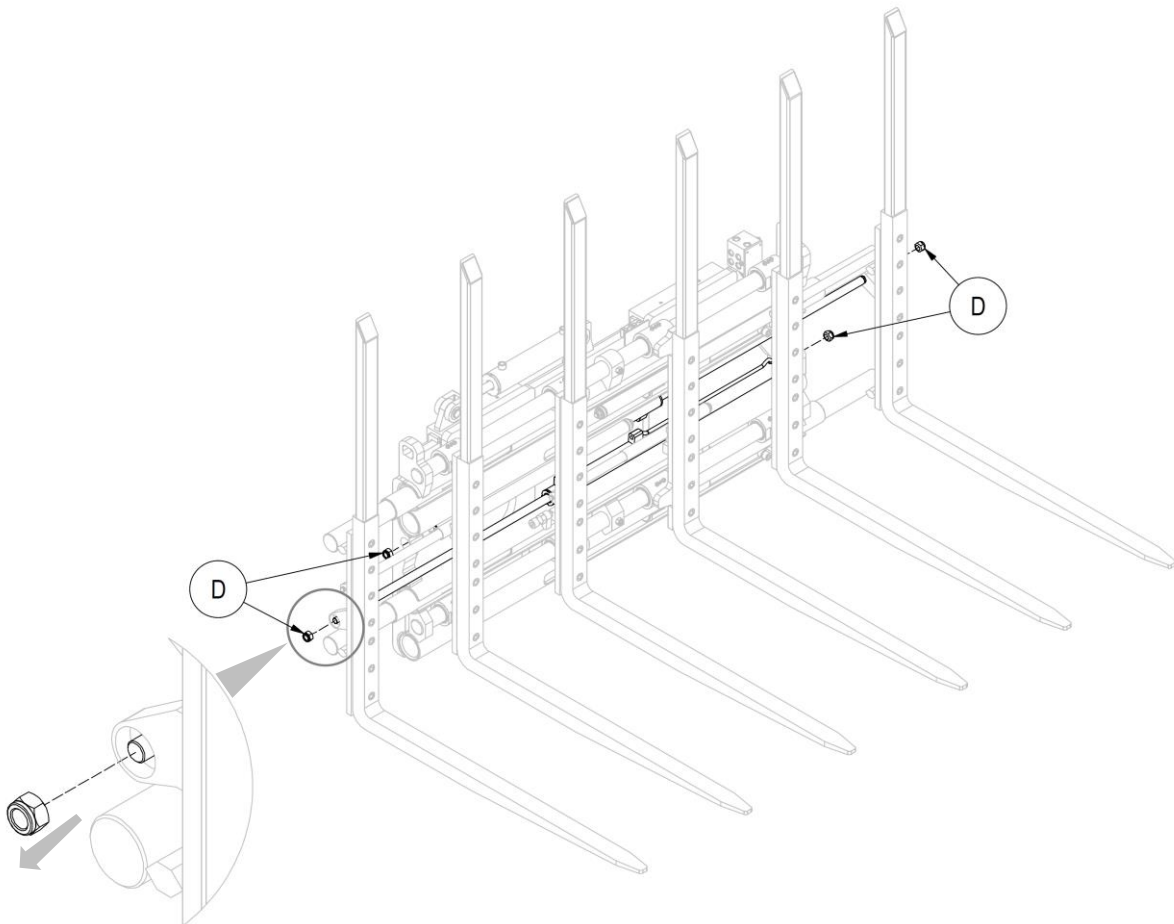

Figura 17
4. Referirse a la *Figura 17*.